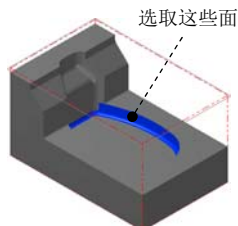

图 3.22 选取干涉面
(2) 单击 **检测** 区域中的 按钮，选取图 3.22 所示的面为干涉面（共 7 个），然后按 Enter 键。单击 按钮完成加工面的选取，系统返回至“刀具路径的曲面选取”对话框。